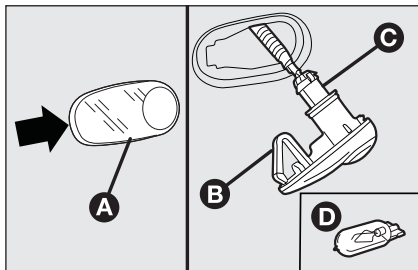

fig. 24
- ☐ agir sur le transparent **A**-fig. 24 de manière à comprimer l'agrafe intérieure **B**, puis défiler le groupe vers l'extérieur;